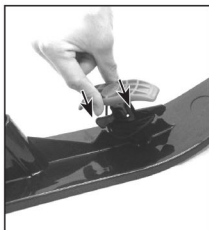

Fig. 17
17. Insérez la poignée au centre du verrou de sécurité et tournez dans le sens horaire pour la verrouiller. (Voir Fig. 17)